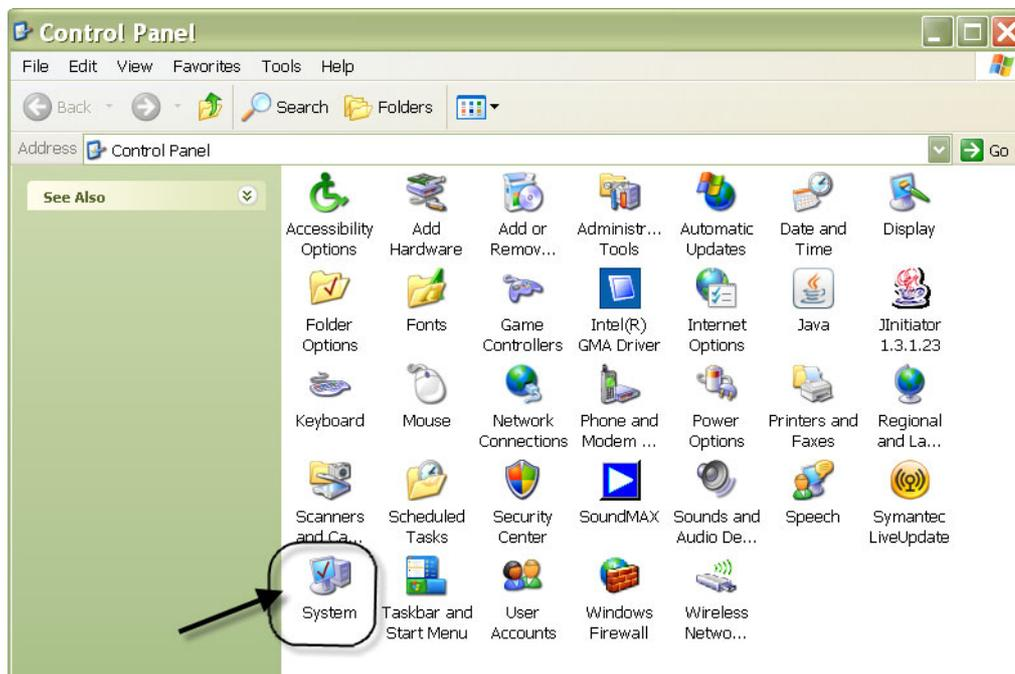

FIG. 189
2. Il pannello di controllo è illustrato in FIG. 189.